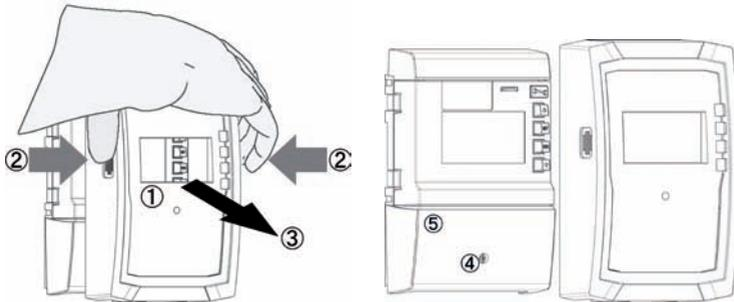

Abb. 1: Frontblende entfernen
- Frontblende ① an seitlichen Griffrihlen fassen ② und nach vorne abziehen ③ (Abb. 1).
1. Schraube ④ lösen (Abb. 1).
2. Klemmenabdeckung ⑤ abnehmen.